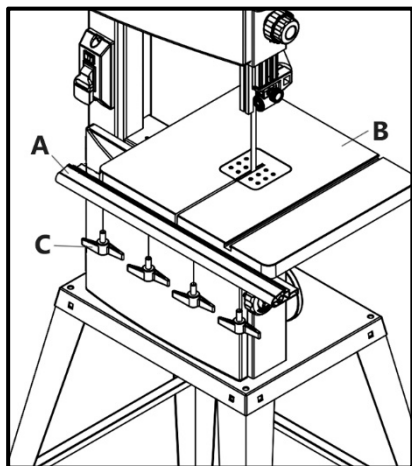

Рисунок 8.
Зафиксируйте направляющую А на рабочем столе В при помощи четырех ручек С (рис. 8).
- Ослабьте четыре фиксирующие ручки С (рис. 8) направляющей упора и снимите ее.